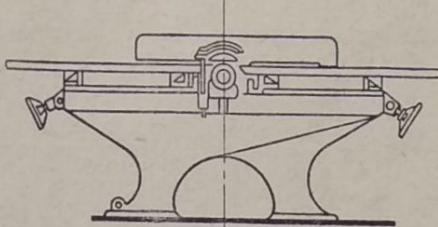

Рис. 2.
**Фуговальный станок (рис. 2).** Направляющие клинья пристрогоаны неверно, площадки имеют перекос и строжка получается неправильной, станок негоден к эксплуатации без капитального ремонта.